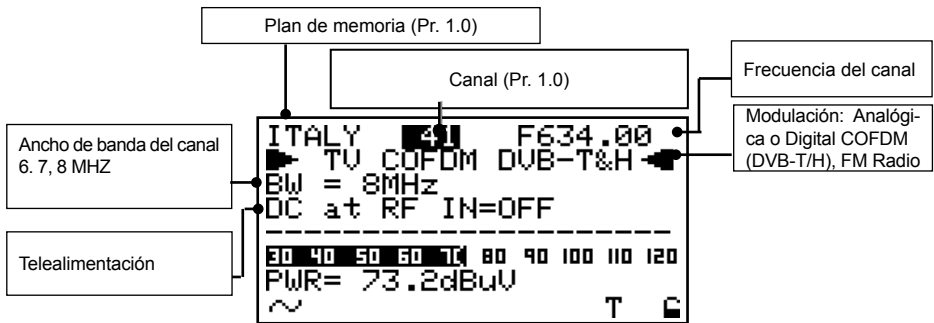

Fig. 4.1 Primer nivel de medida relativo a las señales digitales.
- 5) De cualquier nivel de medida que estemos, pulsando brevemente el botón de puesta en marcha [14], se vuelve al primer nivel de medida ver fig. 4.1.